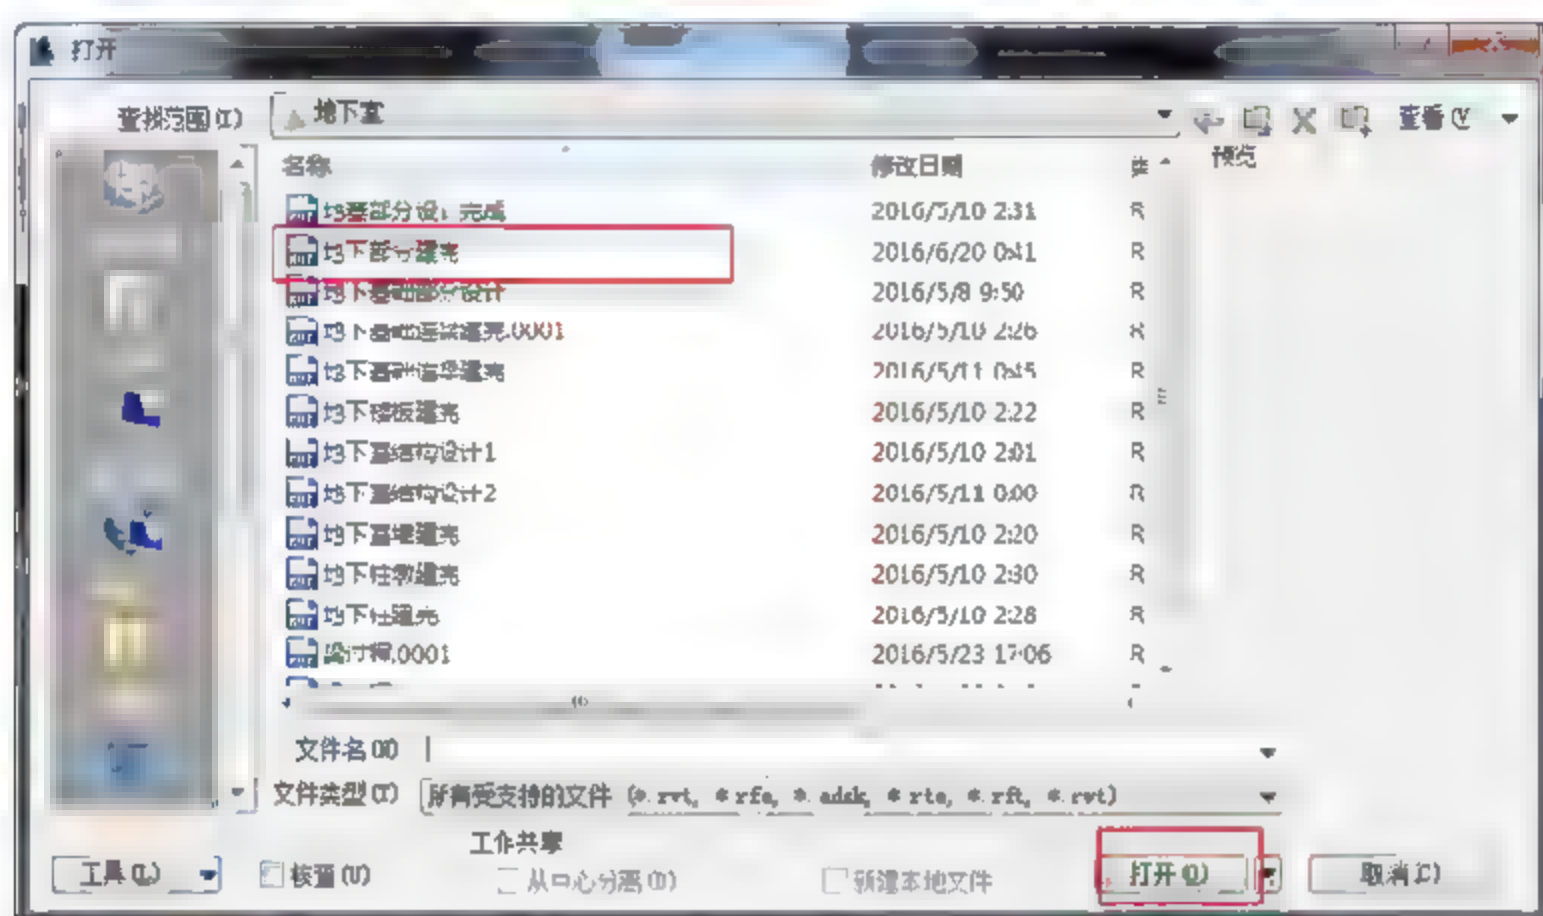

图 3.2.1 打开项目
(1) 打开项目。选择“打开”→“项目”命令,在弹出的对话框中选择地下部分建完选项,并单击“打开”按钮,如图 3.2.1 所示。